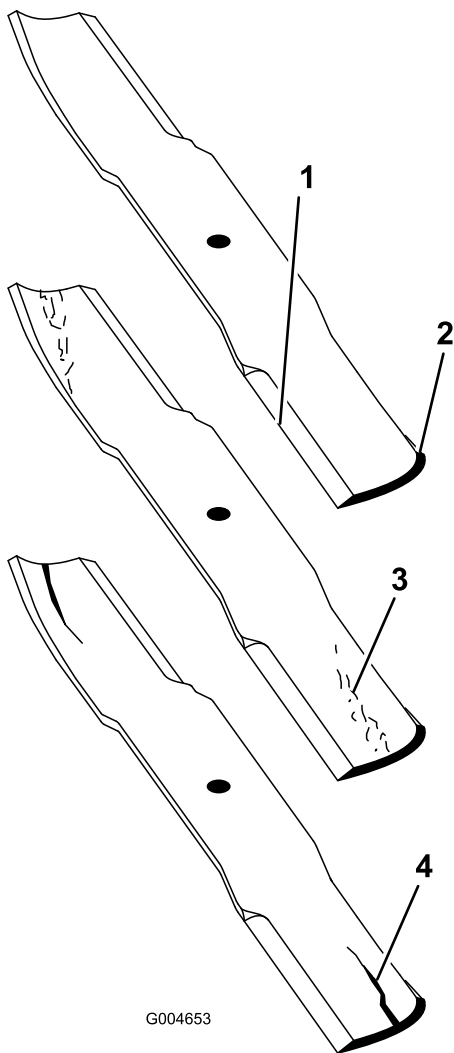

Figure 113
2. Examinez attentivement les tranchants de la lame, particulièrement au point de rencontre des parties plane et de l'ailette (Figure 113).
Remarque: Le sable et les matières abrasives peuvent éroder le métal à cet endroit, c'est pourquoi il est important de contrôler l'état de la lame avant d'utiliser la tondeuse. Remplacez la lame si elle vous semble usée (Figure 113).